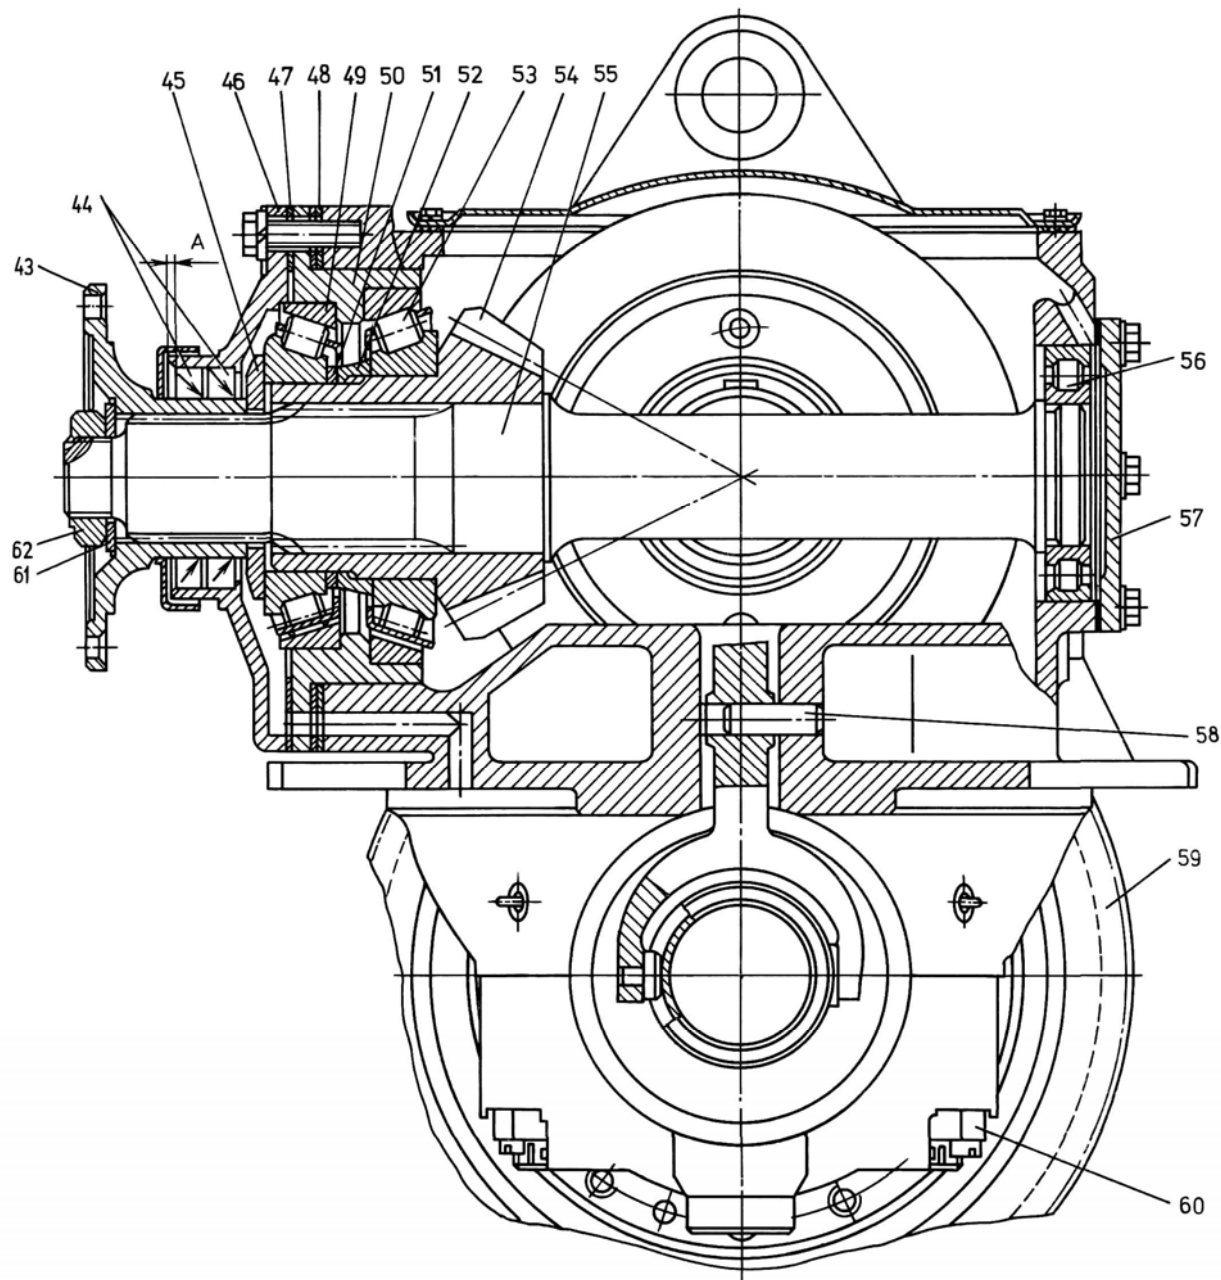
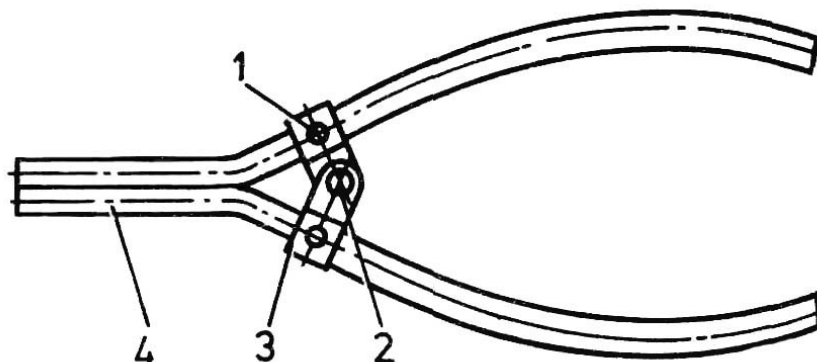

Рис.33. Редуктор главной передачи заднего моста:
Рис.34. Съемник для снятия стопорного кольца со втулки включения блокировки дифференциала:
1. Вывернуть из корпуса пневмокамеры блокировки дифференциала включатель 39 (рис.33) сигнализации, снять регулировочные прокладки 38.
18. Спрессовать с помощью съемника гнездо 7 (см. рис.33) правых подшипников в сборе с коническими подшипниками со ступицы ведущей цилиндрической шестерни 2. Спрессовать, используя оправку\*, из гнезда 7 конические подшипники 11.
2. Спрессовать с помощью съемника с вала 55 (см. рис.33) фланец 43 с отражателем. Снять крышку 46 в сборе с манжетами 44 и прокладку 47, выпрессовать (при необходимости) из крышки манжеты.
6. Выпрессовать с помощью съемника из картера 50 (см. рис.33) наружные обоймы роликовых подшипников 49 и 53.
2. Снять стопорное кольцо 29, используя съемник (рис.34), и вынуть из чашки дифференциала втулку 33 (см. рис.33) включения блокировки дифференциала и муфту 30.
3. Спрессовать с помощью съемника внутренние обоймы подшипников 24 (см. рис.33) с шеек чашек дифференциала.